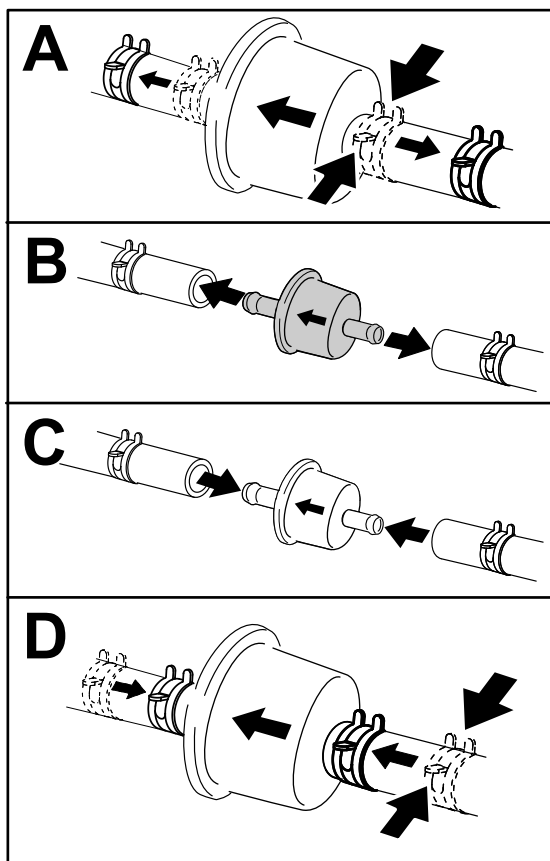

Figura 24
4. Cambie el filtro como se muestra en Figura 24.